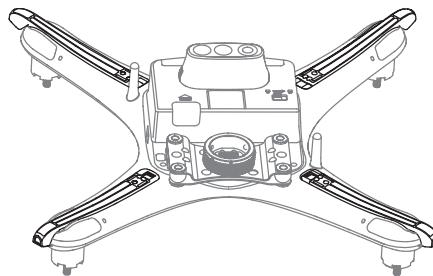

图 12
- (1) 将光流模组右端卡扣卡入飞行器右侧卡槽内。
- (2) 将光流模组左端卡扣按钮按住不放，使光流模组上的针脚和卡扣分别对齐卡入飞行器上的针孔和左端卡槽内，然后轻微用力向下按住，将卡扣卡紧后松开按钮。
- (3) 轻微用力向上拔一下光流模组，检查光流模组卡紧，如没有，重复第1步和第2步步骤，直到光流模组卡紧为止。
- (4) 请不要在飞行器上电状态热插拔光流 & 超声模块。
- (5) 组装后效果如下图 12 所示。